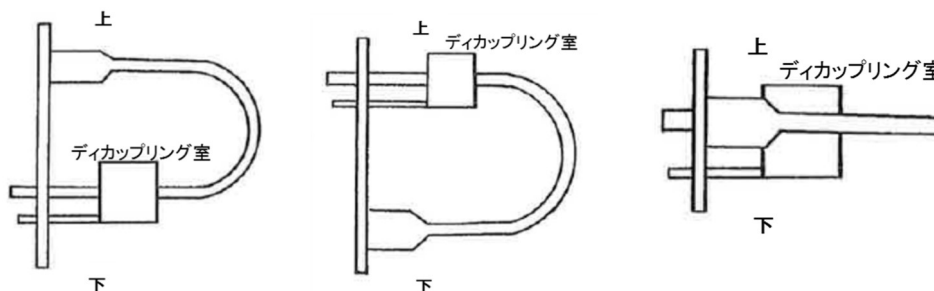

図6. 浸管設置方向
**!** 熱交換部(浸管、排気ディカップリング室)はすべて液に浸かるように、液面レベルを合わせて下さい。また、浸管を液槽の側面から取り付けた場合でも、燃焼生成水の流れにより燃焼室が水浸しにならないよう、燃焼室は排気ディカップリング室より下部に設置しないで下さい。(図6参照)